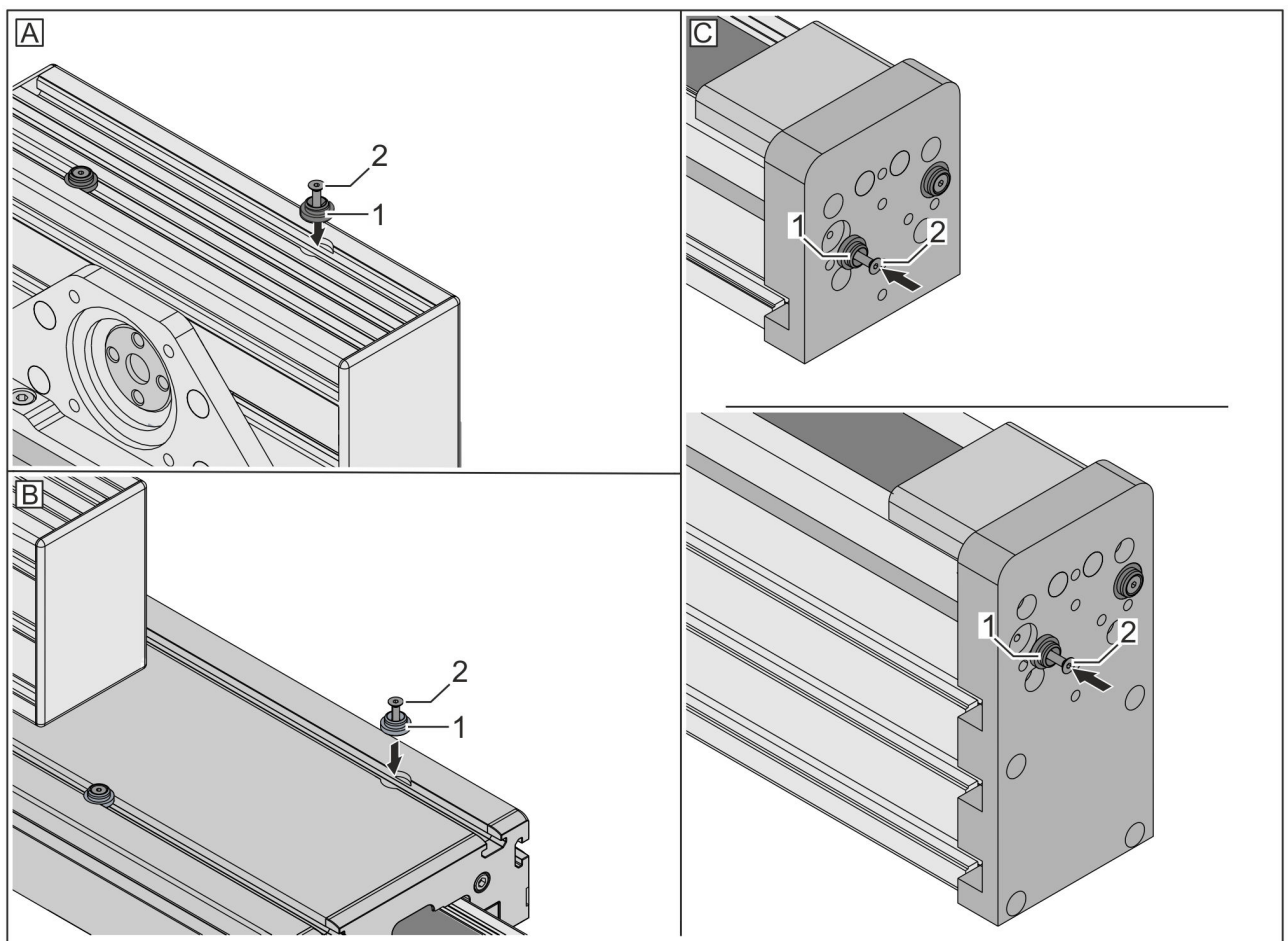

Abb. 41: Zentriersätze montieren
- auf das Umlenkgehäuse des Standard-Führungsschlittens (Abb. 41/A)
- auf den verlängerten Führungsschlitten (Abb. 41/B)
- an die Endplatten des Zahnriemenspannsatzes (Abb. 41/C)
Zentriersätze (Abb. 41/1) in die dafür vorgesehenen Bohrungen setzen.
2. ▶ Schraube (Abb. 41/2) festziehen: